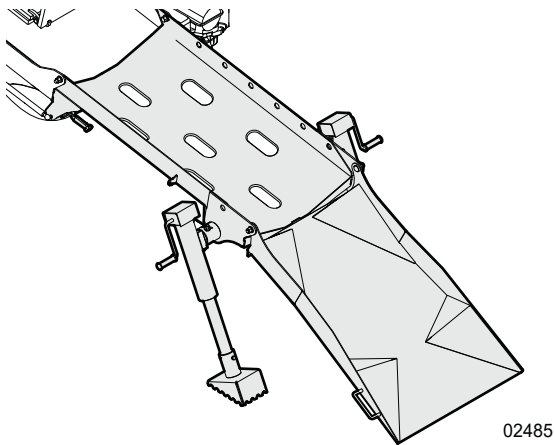

Figure 15—Chargeur de grumes et goulottes d'amenée dépliés
5. Utilisez la poignée pour déplier la goulotte d'amenée. Consultez *Figure 15*.